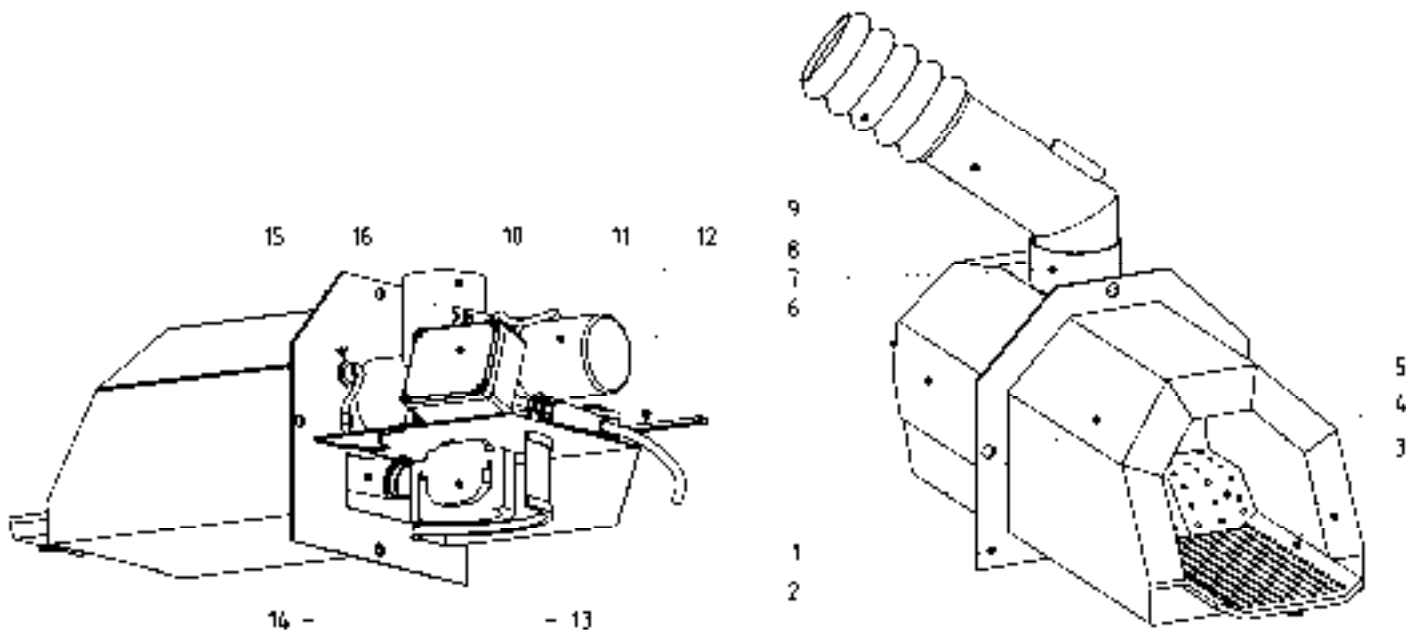
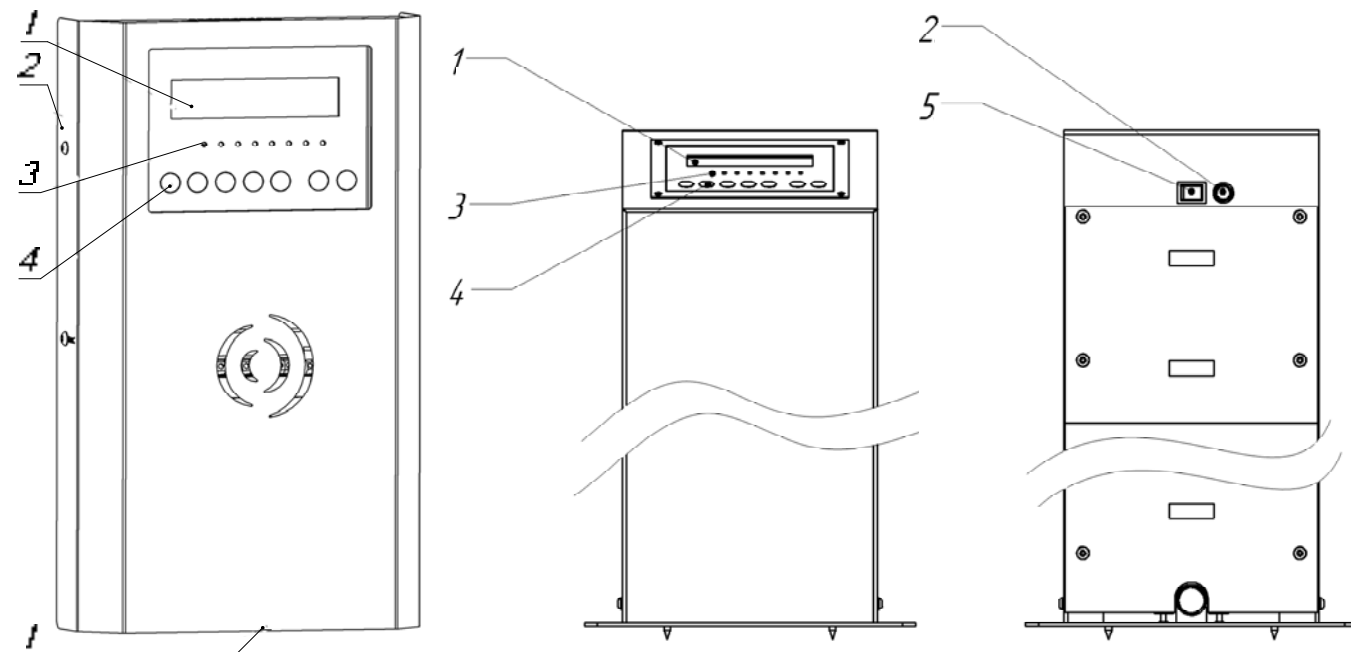

Рисунок 2. Устройство блока горелки OXI Ceramik+
Рисунок 3. Контроллер управления
Горелка (рисунок 2) крепится к дверке котла четырьмя болтами при помощи фланца (2). Фланец условно разделяет горелку на две части – механическую часть и топку. Механическая часть защищена кожухом (6). Топка горелки (1) внутри выложена огнеупорной керамикой (3). Топливо подается из бункера шнеком (рисунок 3), через гофрированный шланг (9) ссыпается в колено питателя (8) и попадает в питатель (10). Гофрированный шланг выполняет противопожарную функцию – он изготовлен из легкоплавкого материала, при появлении обратной тяги и возгорании пеллеты в питателе шланг плавится и разрывает связь между горелкой и шнеком, предотвращая воспламенение топлива в бункере с пеллетой. В гильзе на колене питателя установлен аварийный термодатчик для контроля его температуры. Колено питателя фиксируется кольцом (7). Привод питателя (11) подает топливо на неподвижные колосники (5). Сжигание топлива происходит на подвижном колоснике (4). Колосники выполнены из жаропрочной нержавеющей стали. Движение подвижного колосника (4) возвратно-поступательное, в горизонтальной плоскости вдоль продольной оси горелки. Подвижный колосник зацеплен с колосниковой тягой, тяга приводится в движение приводом очистительного механизма (12), усилие от привода передается тяге посредством кронштейна тяги. Под питателем (10) находится нагнетающий вентилятор (13). Во время розжига зажигалка (14) нагревает проходящий через нее воздух, который воспламеняет пеллету. Наличие и яркость пламени контролируется фотодатчиком (15). В коммутационной коробке (16) установлена коммутационная плата, к которой подключены электрические узлы горелки и контроллер управления. Всеми процессами работы горелки управляет контроллер OXI КП 02.01 (рисунок 3).
Контроллер управления выпускается в настенном корпусе (рисунок 3 слева) и в напольном корпусе в виде колонны (рисунок 3 в центре и справа). На контроллере управления расположена панель управления и индикации с жидкокристаллическим дисплеем (1), светодиодными индикаторами (3) и кнопками (4), а также выключатель питания (5). Держатель предохранителя (2) в настенном исполнении контроллера находится под его лицевой панелью.